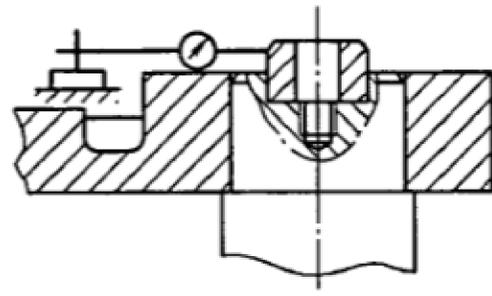

图 3
b) 将百分表固定在机器上，使其测头顶在图 3 所示的弯曲模的定位圆键的圆柱面上，在回转架旋